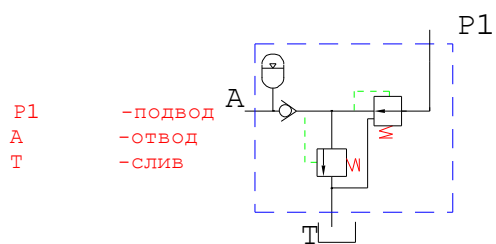

Рис. 35 Пневмогидроаккумулятор
7. ПНЕВМОГИДРОАККУМУЛЯТОР (рис. 35)